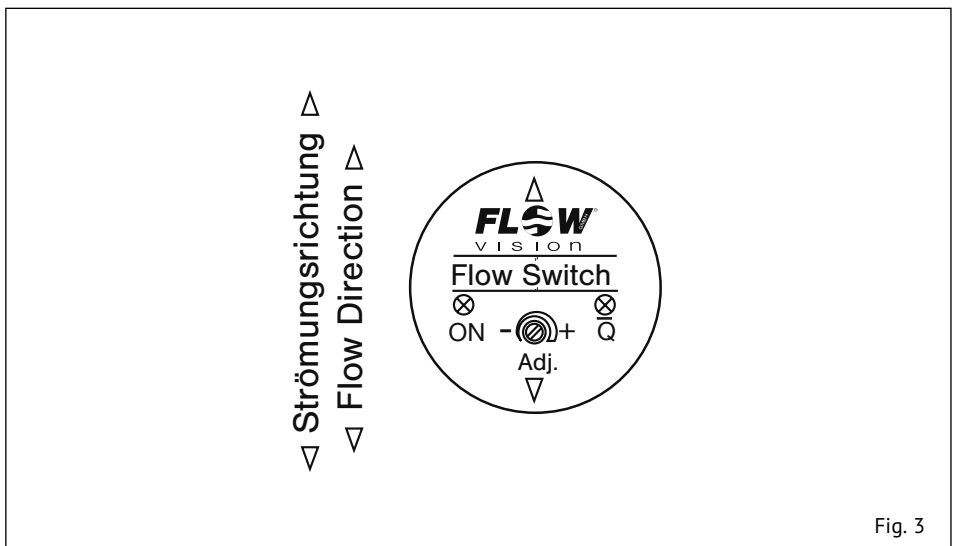
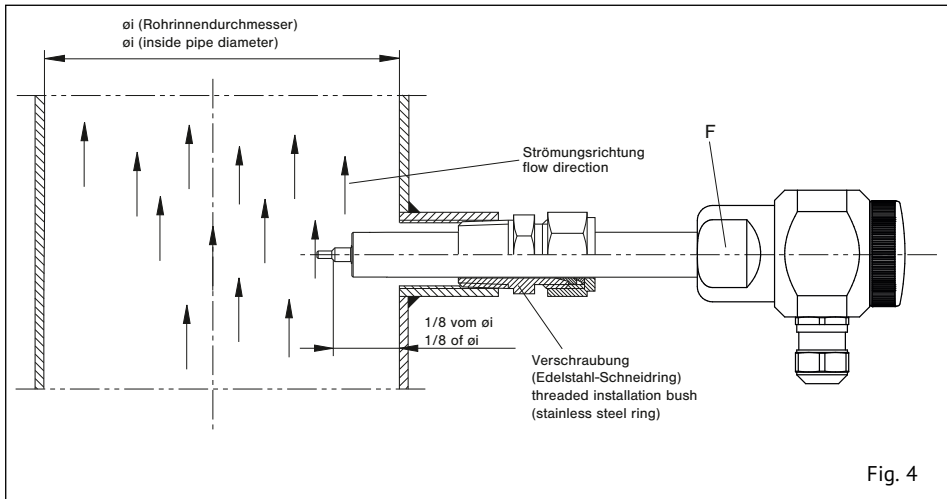

Fig. 3
Fig. 4
- 3 Die beiden Messfühler (S) müssen nebeneinander im Strömungsmedium liegen (siehe Fig. 2). Dies ist der Fall, wenn die Schlüsselansatzflächen (F) parallel zur Rohrleitung stehen (siehe Fig. 4) und die Markierung auf der Frontplatte mit der Strömungsrichtung übereinstimmt (siehe Fig. 3).
Der Absatz der Messfühler (7 mm ab Spitze gemessen) sollte etwa bei $1/8$ des Rohrdurchmessers \varnothing liegen (siehe Fig. 4).
- 3 The two sensors (S) on the flow monitor must be aligned side by side directly across the direction of flow (see fig. 2). The sensors are correctly positioned when the wrench flats (F) are aligned parallel with the pipeline (see fig. 4) and when the marking on the front matches the flow direction (see fig. 3).
The bevel of the sensors (measured 7 mm/.28 in. from top) should be positioned at about $1/8$ of the inside pipe diameter \varnothing (see fig. 4).
- 3 Die gelbe LED (\bar{Q}) im Strömungswächter (siehe Fig. 3) zeigt den momentanen Ist-Bereich des Schaltpunktes an.
- 3 The yellow LED (\bar{Q}) on the Flow Monitor (see fig. 3) indicates the actual range of response value.